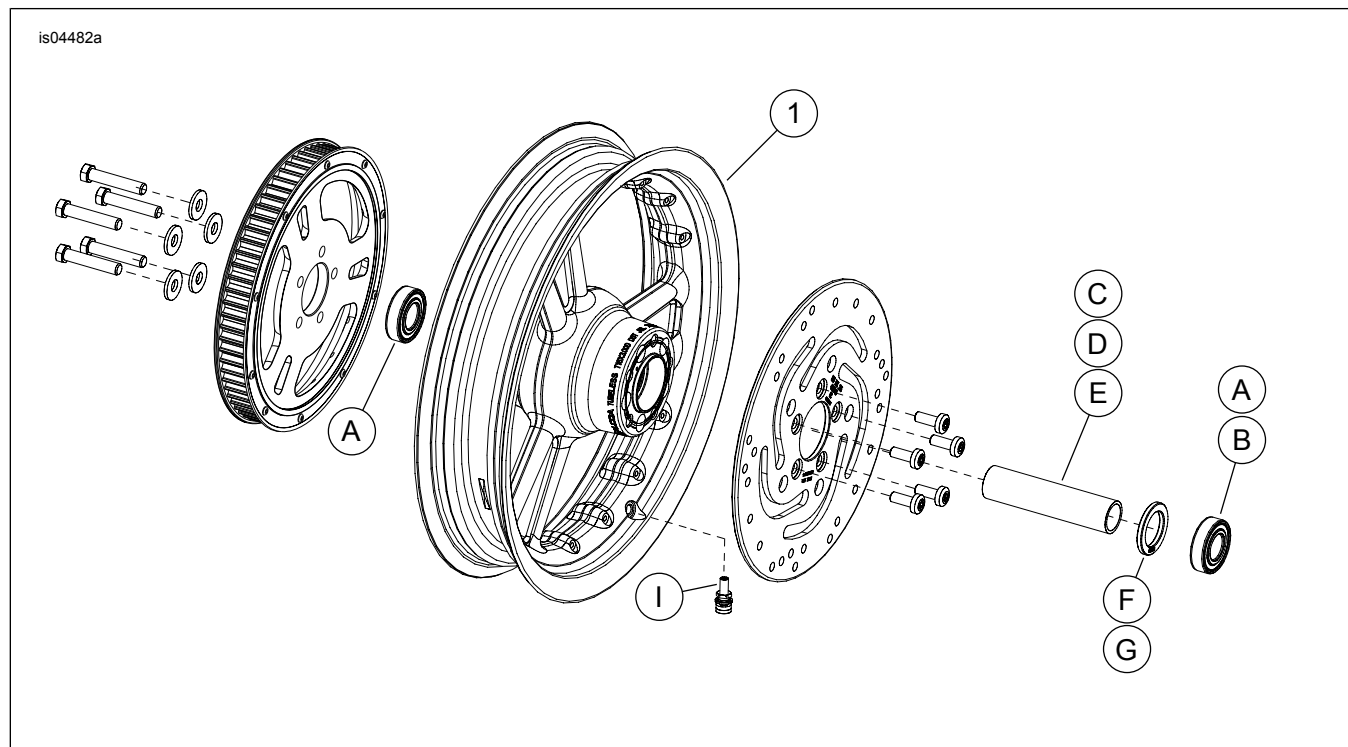

Figura 1. Peças de reposição: Roda traseira Detonator (16 pol. mostrada)
Veja Figura 1 e Tabela 2
2. Veja Figura 1. Instale o conjunto da haste de válvula (I) na roda. Consulte PNEUS no Manual de serviço.